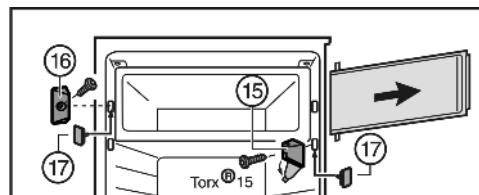

Fig. 6
- ▶ Зніміть кришку на опорному кронштейні Fig. 6 (15).
- ▶ Відкрутіть опорний кронштейн Fig. 6 (15) з дверцятами камери.
- ▶ Відкрутіть замок Fig. 6 (16).
- ▶ Закрійте отвори, які звільнилися, пробками Fig. 6 (17), що входять у комплект.